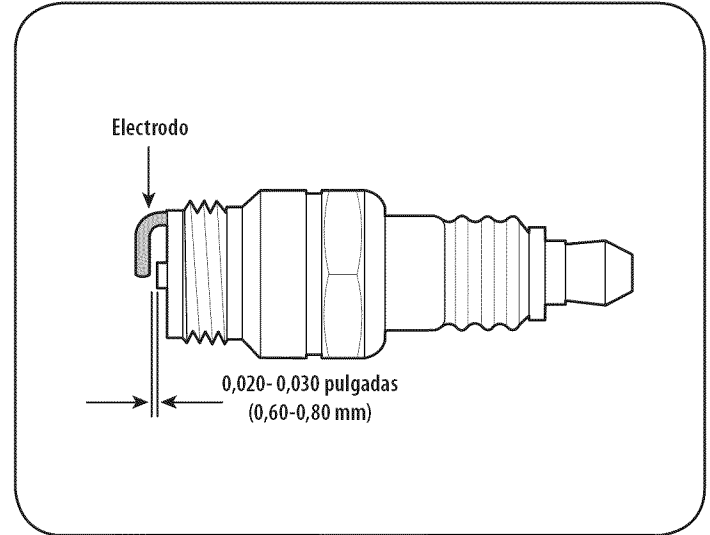

Figura 21
3. Mida la separación de bujía con un calibrador. Corrija de ser necesario torciendo el electrodo lateral. Vea la Figura 21. La separación debe establecerse entre 0,020 y 0,030 pulgadas (0,60-0,80 mm).